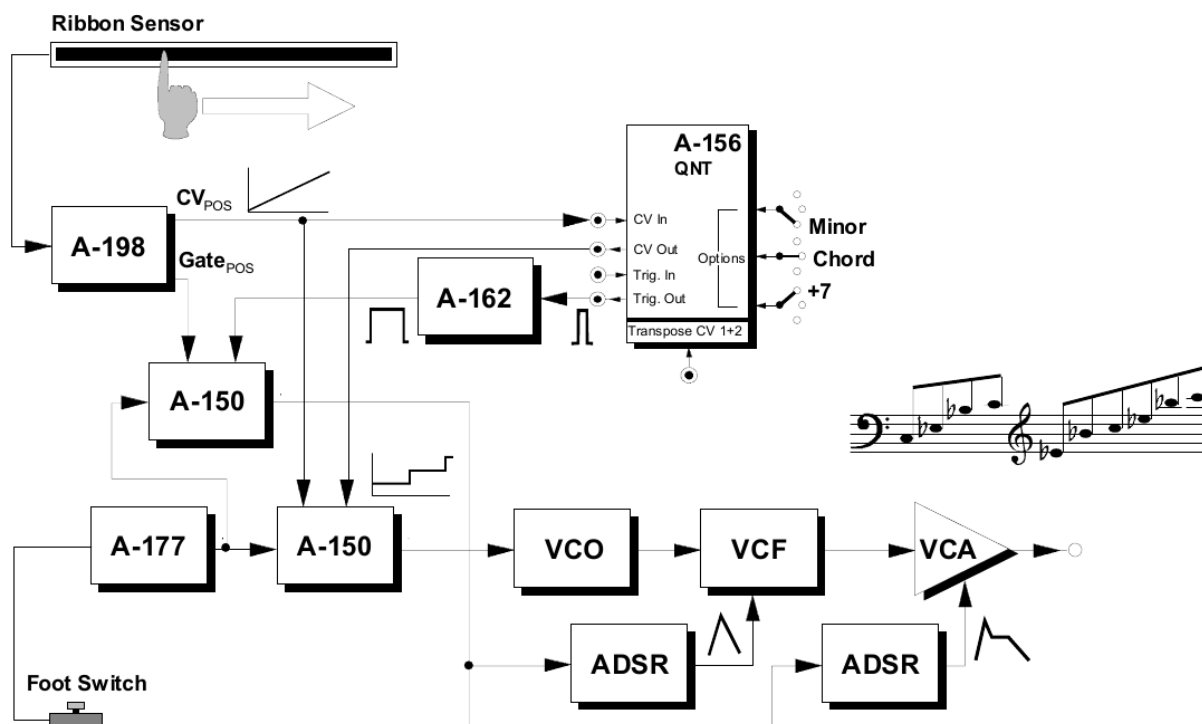

Figure 4: A-198 comme un clavier
Le patch de la fig. 4 montre l'application du A-198 comme "clavier". Un interrupteur au pied en combinaison avec l'A-177 est utilisé pour choisir entre un fonctionnement quantifié et non quantifié. Le premier des deux commutateurs commandés en tension de l'A-150 définit si la tension de position CV_{POS} est envoyée directement au VCO ou si CV_{POS} est quantifié avec l'A-156. Le réglage du quantificateur détermine si tous les demi-tons ou seulement les tons de la gamme mineure/majeure ou les notes d'un accord sont autorisés. Pour plus de détails, veuillez consulter le manuel A-156.
- L'alimentation d'une tension de commande de hauteur de clavier ou de séquenceur à l'entrée de transposition du quantificateur (voir fig. 4) transpose les sons joués sur l'A-198.